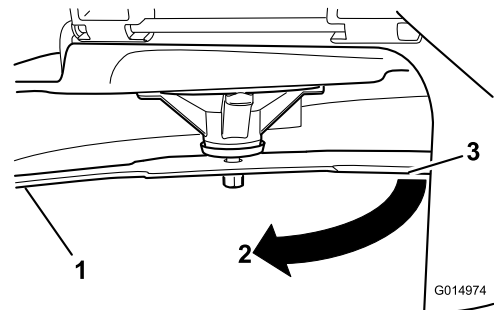

Figura 97
3. Distancia medida entre la cuchilla y la superficie (A)
4. Gire la misma cuchilla 180 grados de manera que el otro extremo esté en la misma posición (Figura 97).